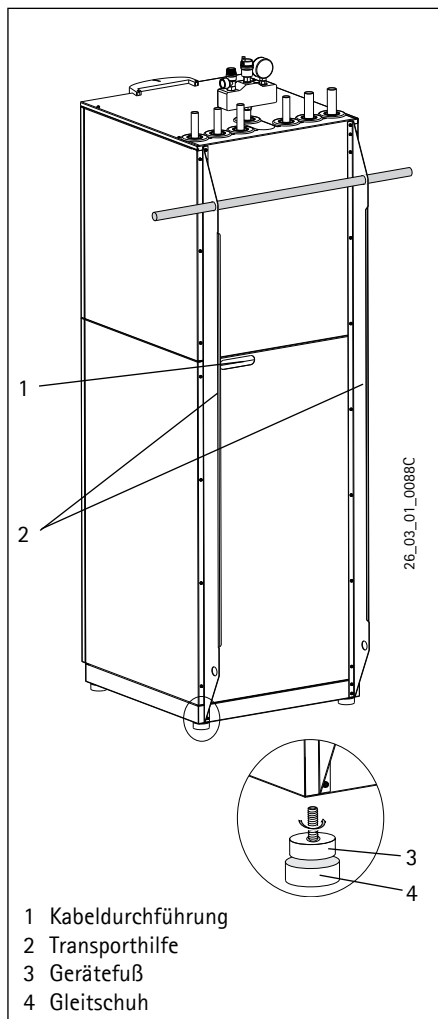

Abb. 11
Bei beengten Transportbedingungen kann das Gerät in Schräglage nach hinten geneigt transportiert werden, aber nicht mehr als 45°. Die hinten am Gerät angebrachten Winkelbleche dienen in Verbindung mit einem entsprechenden Rohr als Transporthilfe (Abb. 11). Lagerung und Transport bei Temperaturen unter -20 °C und über +50 °C sind nicht erlaubt.
3. Bevor das Gerät von der Palette genommen wird, die Gerätefüße (3) in Abb. 11 dem Beipack entnehmen und ganz in das Gerät hineinschrauben.
4. Gerät von Palette nehmen und platzieren. Zum besseren Platzieren können die im Beipack enthaltenen Gleitschuhe (4) verwendet werden.
5. Transporthilfen (2) entfernen.